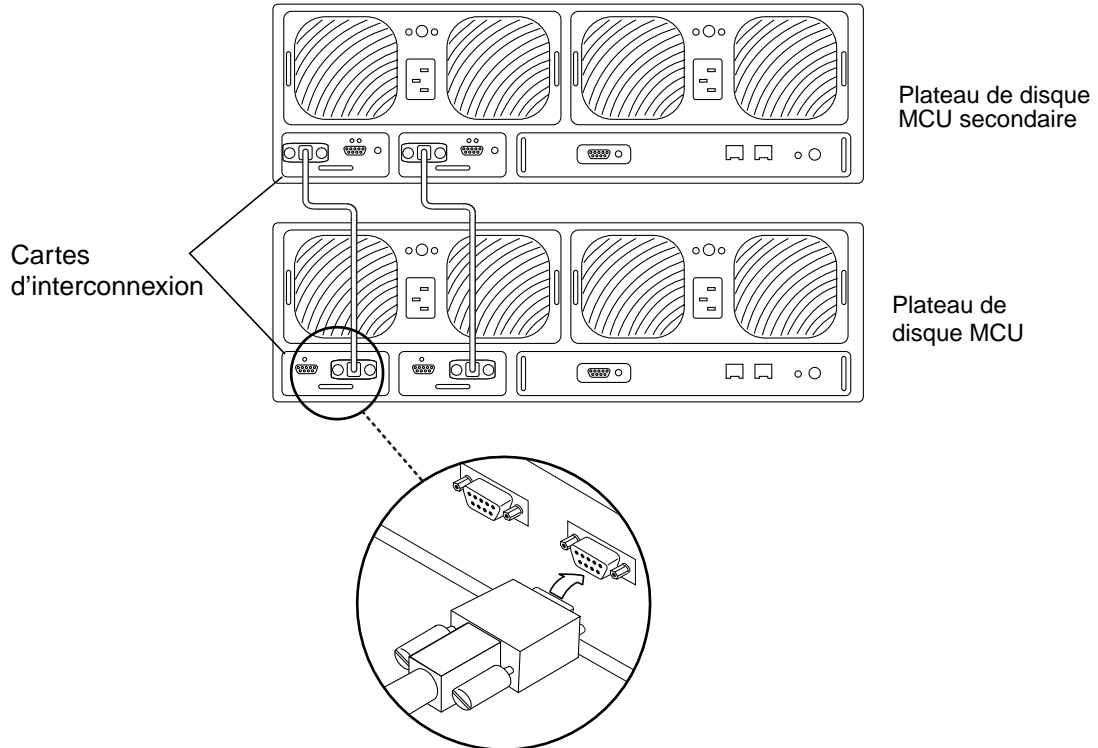

FIGURE 6 Branchement des câbles d'interconnexion
1. Utilisez les câbles d'interconnexion pour connecter les cartes d'interconnexion MCU et MCU secondaire de tous les groupes partenaires de plateaux de disque, tel qu'illustré à la FIGURE 6.